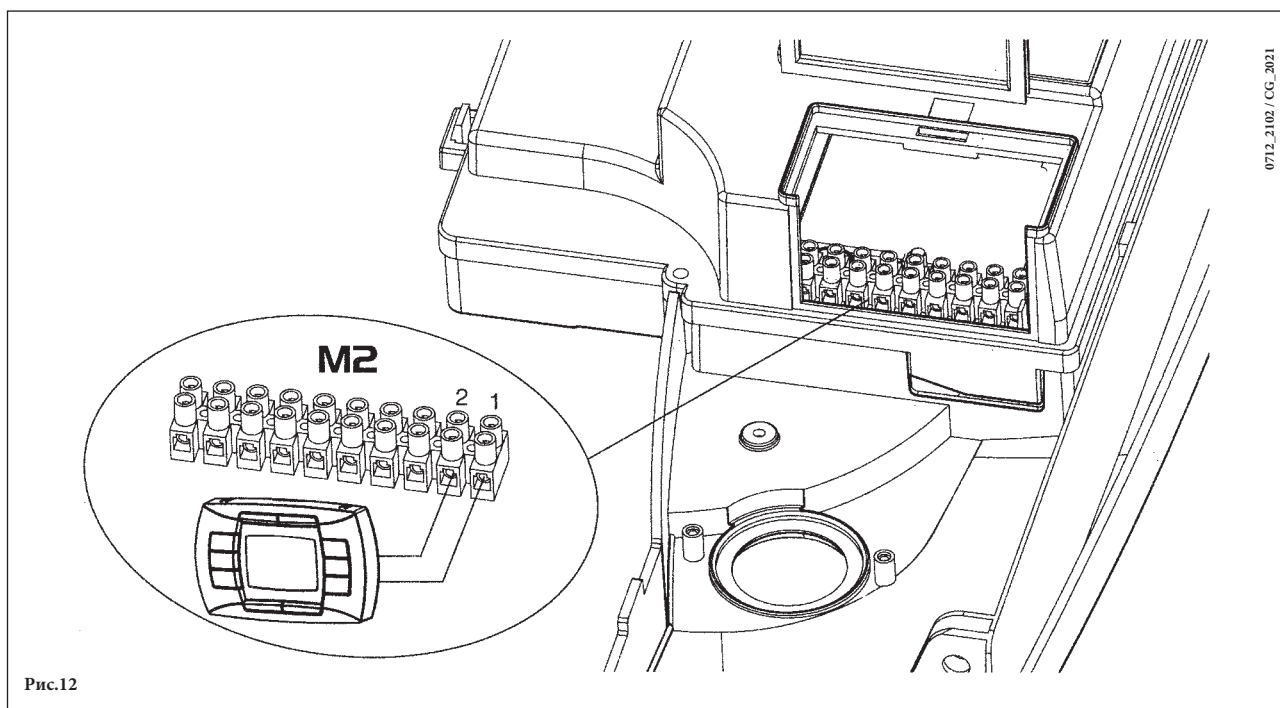

Рис.12
2. открыть доступ к клеммной колодке M2 как показано на рис.12;
- Открутить винт на штуцере (Pa, рис. 12а) и присоединить к штуцеру (Pa) манометр.